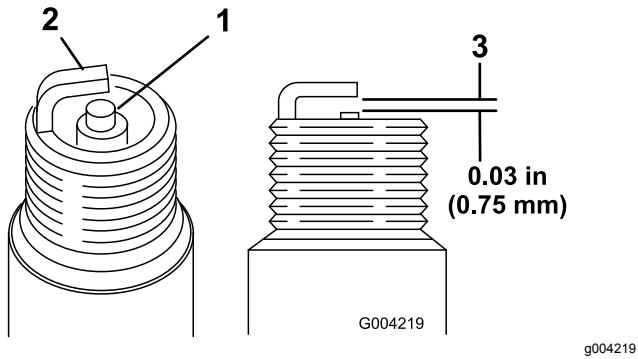

Figura 49
- Mire la parte central de ambas bujías (Figura 49). Si se observa un color gris o marrón claro en el aislante, el motor está funcionando correctamente. Si el aislante es de color negro, significa que el limpiador de aire está sucio.
- Compruebe la separación entre los electrodos central y lateral (Figura 49).
- Si la distancia no es correcta, doble el electrodo lateral (Figura 49).